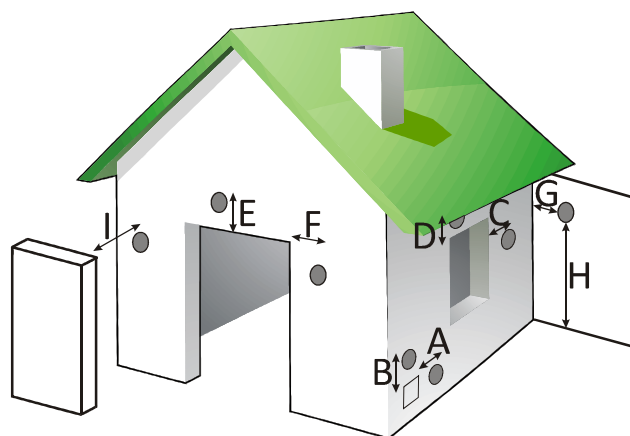

Figura 6
- 4.21. Verifichi gli spazi tra la stufa, il combustibile e qualunque tipo di materiale infiammabile, controlli nella *figura 6, 7, 8 e 9B*.